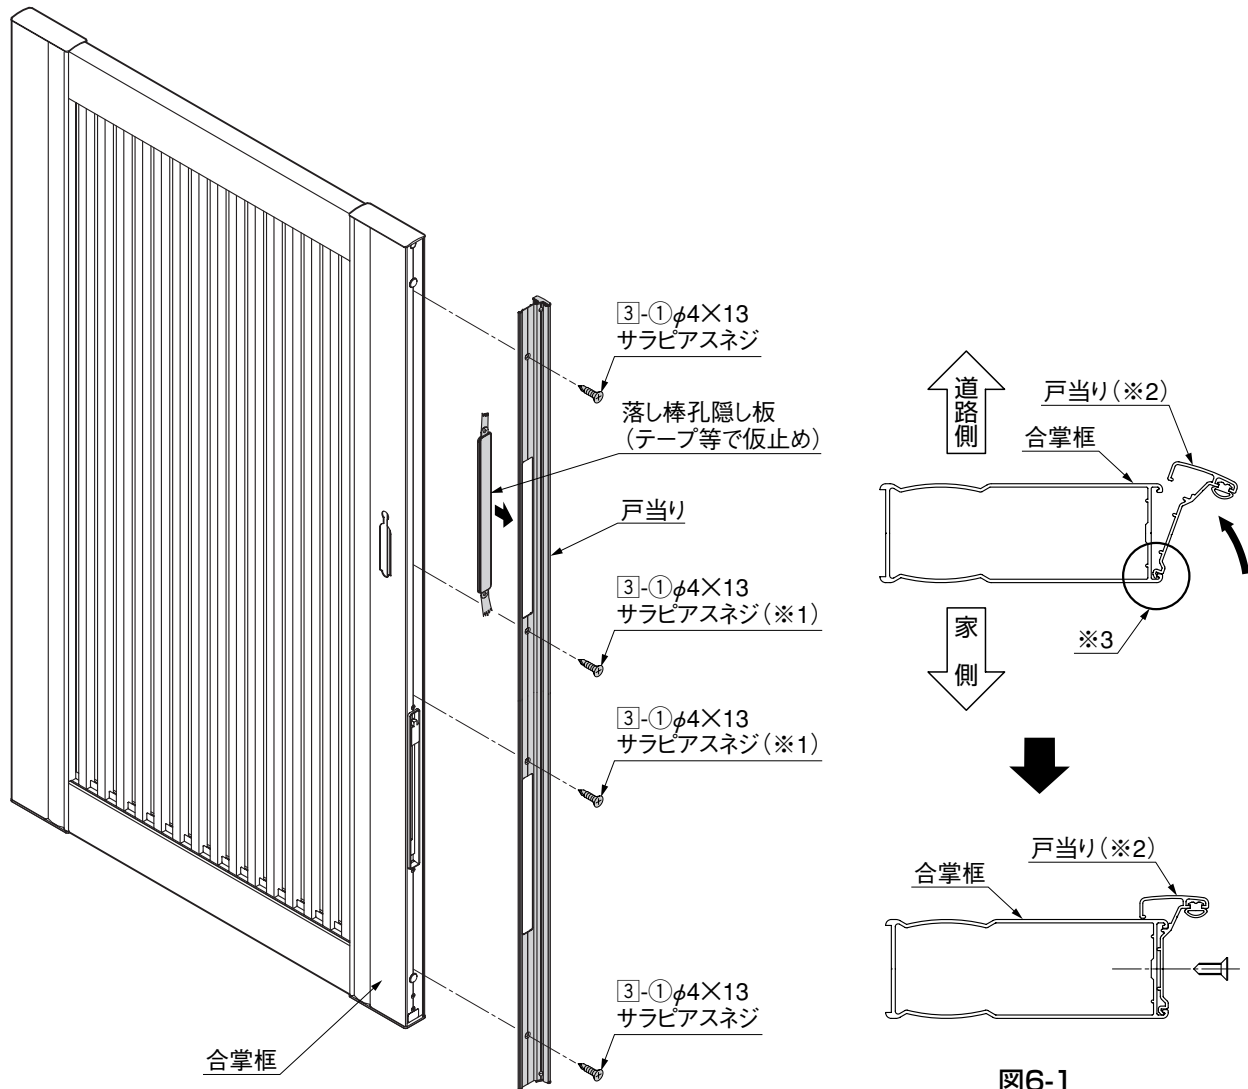

図6-1
- 片開き・内開き仕様でアーム式シリンダー錠使用の時は、戸当りの道路側と家側の向きを逆にしてください。(※2) (図6-1参照)